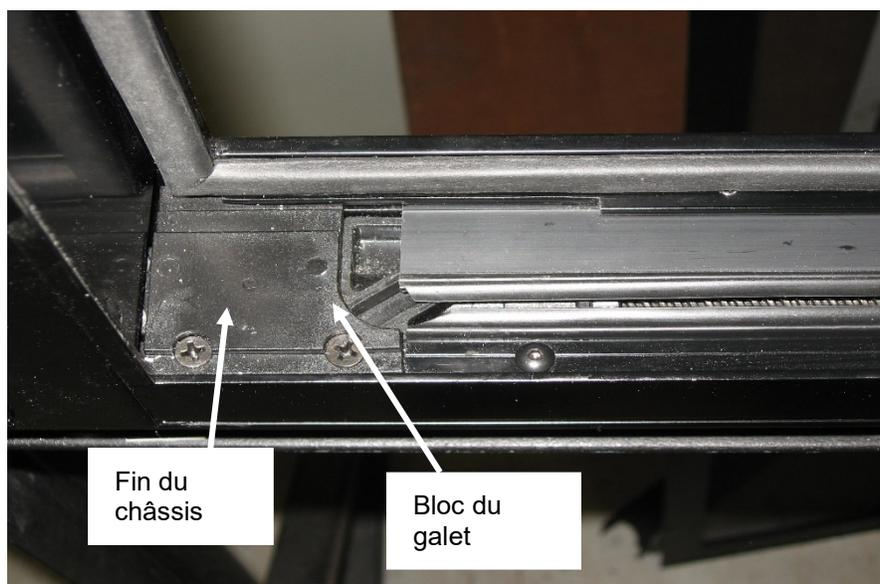

FIGURE 46: ALIGNEMENT ADÉQUAT
1. Aligner le bord avant de l'encoche située sur le bloc du galet suiveur inférieur et la fin du châssis. Utiliser l'interrupteur à bascule pour obtenir le bon alignement. (Figure 46).